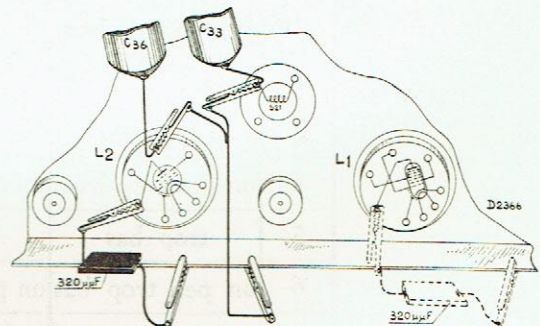

Fig. 4
2. Court-circuiter C 33 et C 36 (fig. 4).
3. Brancher le condensateur de 320 μF entre l'anode de L 2 et le châssis (fig. 4).